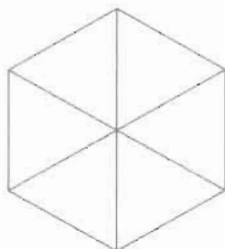

图 14-9
(2) 已知一条边的长度为 80mm,绘制一个正方体,如图 14-9 所示,命令执行过程如下。